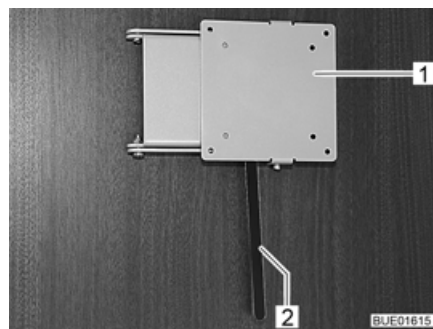

Bild 92 Hållare med låsspak
- Tryck låsspaken (Bild 92,2) åt sidan och sväng fästet (Bild 92,1) med den platta bildskärmen till önskat läge.
- Vrid tillbaka den platta bildskärmen tills fästet (Bild 92,1) hakar fast i låset.